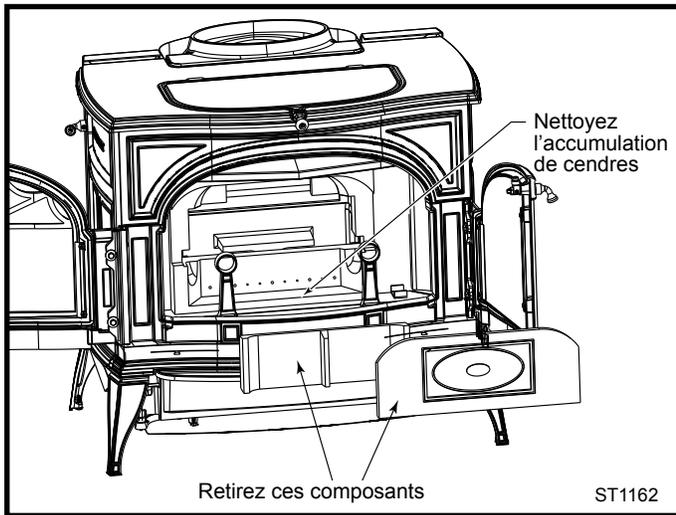

Fig. 46 Inspectez et nettoyez l'accumulation de cendres derrière le système de combustion.
- Vérifiez et enlevez toute accumulation de cendres à l'arrière de l'ensemble de combustion. Cette étape doit être effectuée conjointement avec le nettoyage annuel du carneau, puisque la manière la plus pratique d'effectuer cette inspection est depuis l'ouverture de la buse. Inspectez les conduits de chaque côté de l'ensemble de combustion (un miroir serait utile) et aspirez les cendres à l'aide d'un flexible d'aspiration inséré dans chaque conduit. Prenez garde de ne pas endommager le matériau fibreux blanc dans cette chambre arrière. (Fig. 46)